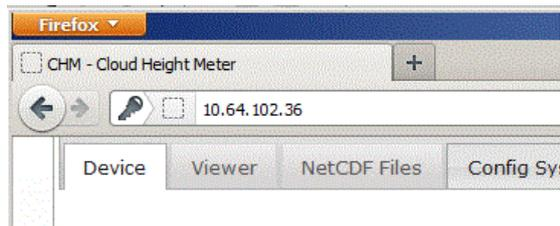

Figura 15: Vista do navegador Firefox com uma conexão ao CHM 15k (aqui: endereço IP fixo).
Um dos três endereços IP pode ser inserido em um navegador web (ver Figura 15:) para a comunicação com o aparelho. A Figura 20 exibe a guia “Config Network” no navegador Firefox. A alteração do endereço IP do usuário (3) requer um privilégio de superuser na guia “Dispositivo”.